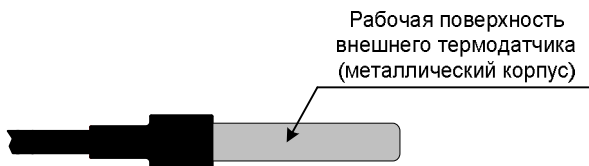

Рис.10 Рабочая поверхность внешнего т/д
6. Установите внешний термодатчик в месте контроля температуры. При установке необходимо учитывать, что рабочей поверхностью внешнего т/д является его металлический корпус (см. рис.10).